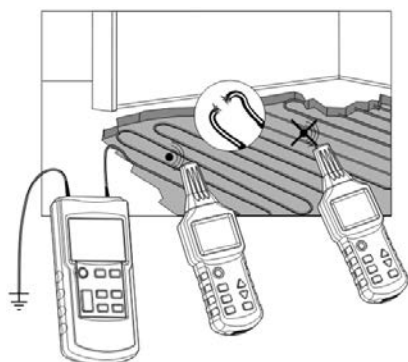

Fig.13a
- Todas las líneas que no se utilizan deben estar conectadas a una puesta a tierra según la Fig. 13a.
Para una aplicación con un único transmisor, véase la Fig. 13a.